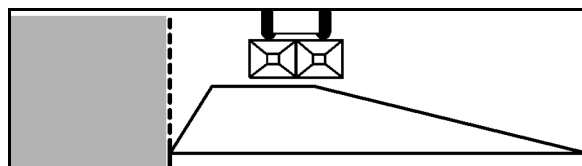
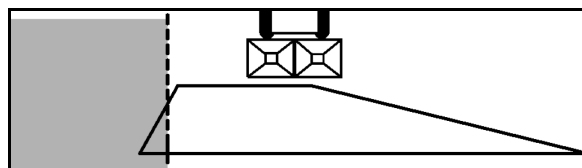

Fig. 73
Fig. 75
1. Épandage en limite selon le décret concernant l'emploi des fertilisants (Fig. 73) :
3. Épandage en bordure (Fig. 75) :
Pour épandre en limite (conformément au décret concernant l'emploi des fertilisants) (Fig. 73) ou **en bordure** (le long de parcelles avoisinantes vous appartenant et devant être fertilisées de manière identique), (Fig. 75) démontez le **disque d'épandage VarioDisc gauche** (lorsque la bordure du champ se trouve à gauche de la machine), dans le sens de la marche et **remplacez-le par** le disque d'épandage en limite **Télé-Set** correspondant.